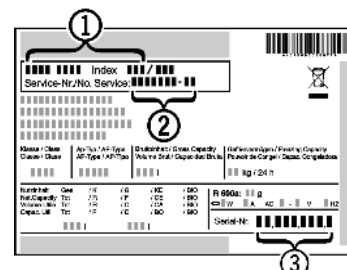

Fig. 12
- ▶ Označení přístroje *Fig. 12 (1)*, servisní číslo *Fig. 12 (2)* a sériové číslo *Fig. 12 (3)* naleznete na typovém štítku. Identifikační typový štítek je umístěn na levé vnitřní stěně přístroje.
- ▶ Informujte zákaznický servis a sdělte poruchu, označení přístroje *Fig. 12 (1)*, servisní číslo *Fig. 12 (2)* a sériové číslo *Fig. 12 (3)*.